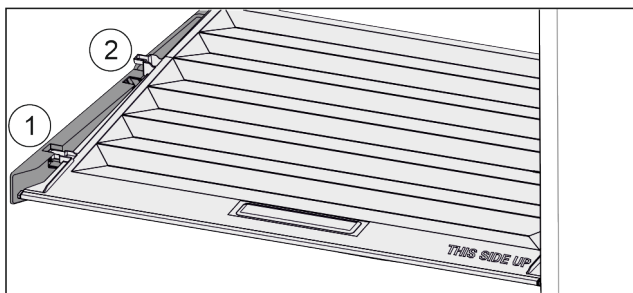

Fig. 161
- ▶ Vytáhněte víko dopředu až k otvoru v přídržných dílech Fig. 161 (1).
- ▶ Vzadu zespodu nadzvedněte a vyjměte směrem nahoru Fig. 161 (2).